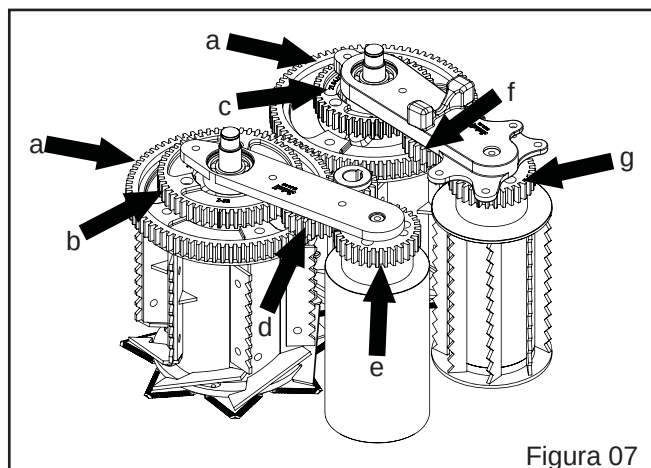

Figura 07
A caixa de engrenagens (Figura 07) que aciona o mecanismo de alimentação é composta de:
- a) Duas engrenagens Z-77, ("a" Figura 07) que acionam os rolos ceifadores;
- b) Uma engrenagem Z-53, ("b" Figura 07) e uma engrenagem Z-44, ("c" Figura 07) fixa nas engrenagens de acionamento dos rolos ceifadores;
- c) Uma engrenagem Z-24, ("d" Figura 07) que transmite movimento ao rolo ceifador do lado esquerdo (visto por trás do implemento) e rolo liso;
- d) Uma engrenagem Z-31, ("e" Figura 07) que aciona o rolo liso;
- e) Um sistema articulado com uma engrenagem Z-31, ("f" Figura 07) que aciona o rolo ceifador do lado direito e o rolo dentado;
- f) Uma engrenagem Z-31, ("g" Figura 07) que aciona o rolo dentado.